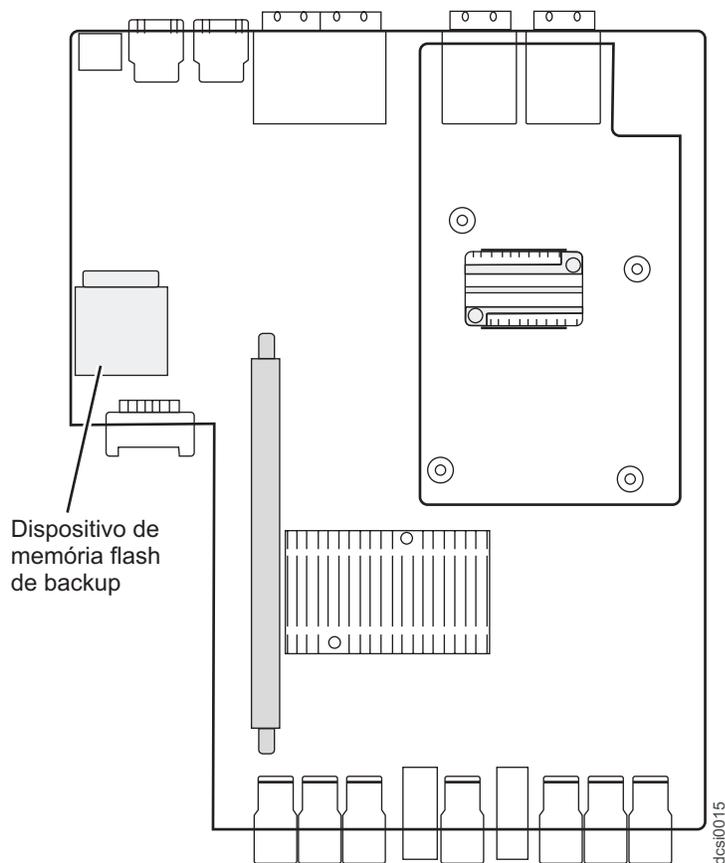

Figura 63. Localização do Dispositivo de Memória Flash de Backup do Cache
12. Remova o dispositivo de memória flash de backup do cache do controlador e instale o novo controlador. A Figura 63 na página 101 mostra a localização do dispositivo de memória flash de backup do cache na placa do controlador.